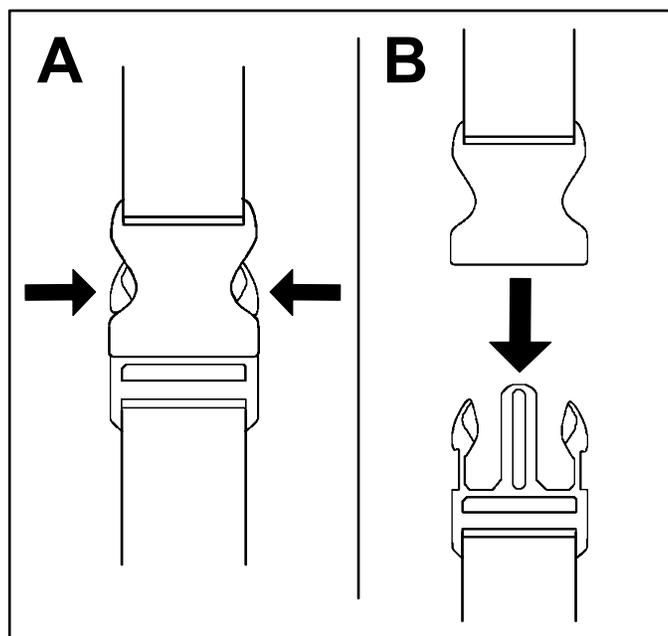

図 7
1. バックルの側面を押し込みます 図 7のA。
2. バックルを外します (図 7のB)。